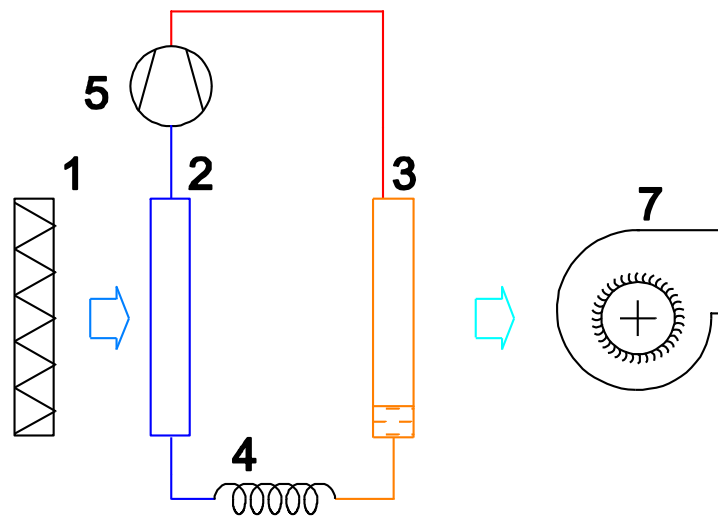

Fig. 1 Schema di funzionamento del deumidificatore D030S
In fig. 1 è schematizzato il funzionamento: l'aria, filtrata attraverso la sezione filtrante (1), incontra in sequenza l'evaporatore (2) ed il condensatore (3) del circuito frigorifero. La deumidificazione avviene durante l'attraversamento dell'evaporatore, in quanto l'aria subisce un raffreddamento con condensazione del vapore acqueo. Il calore asportato all'aria viene poi restituito attraversando la batteria alettata calda del circuito frigorifero, con l'aggiunta dell'energia elettrica assorbita dal compressore frigorifero (5).